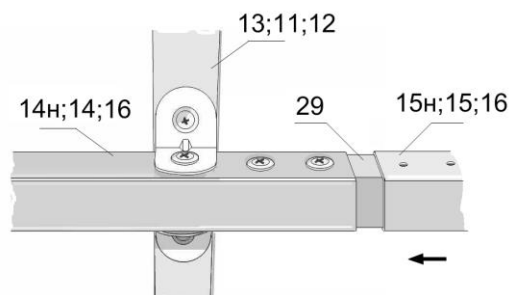

Рис. 22
3.3.11. К стрингерам №14н и №14 присоедините стрингера №16, а если Вы собираете теплицу длиной 4м, то присоедините стрингера №15н и №15 (рис. 22). К стрингерам №16 (№15н; №15) присоедините собранные арки удлинения. Последним к стрингерам №15н и №15 присоедините второй торец.